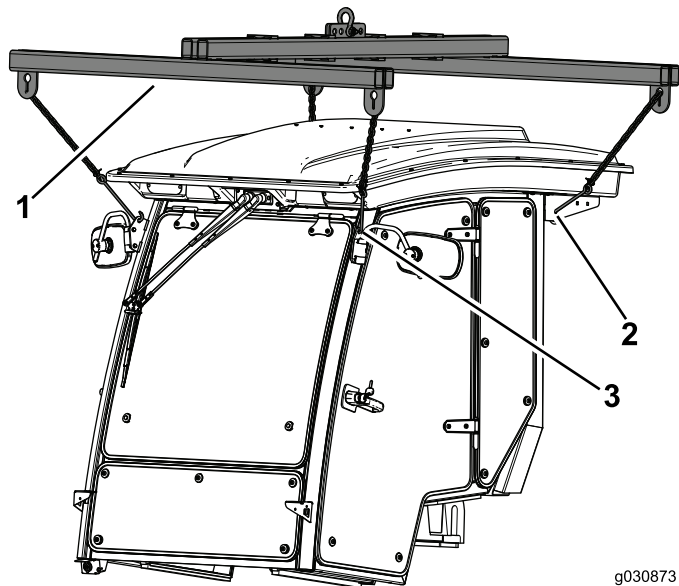

図 27
1. 吊り上げポイント4ヶ所を使って、キャブを機体の上につす 図 27。